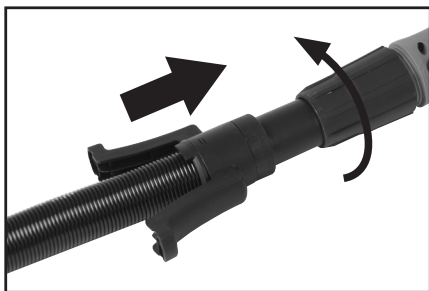

Fig. 2
- Insérez le tuyau d'aspiration des poussières flexible dans le tube/poignée d'aspiration principal des poussières de la machine et poussez-le entièrement dans son « logement ». (Fig. 2)